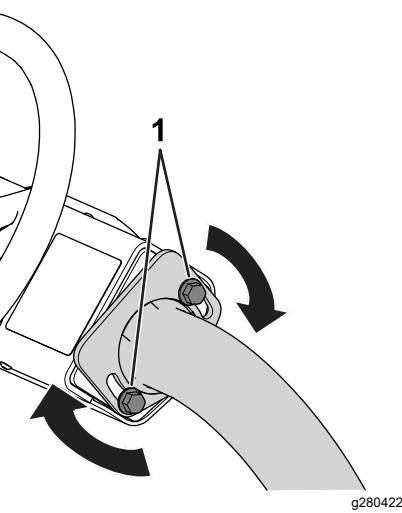

Bild 26
3. Ziehen Sie die Schrauben (Bild 26) an, um das Lenkrad in der eingestellten Position zu fixieren.